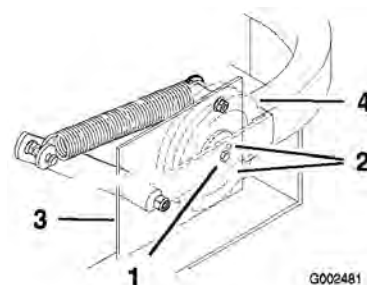

Figure 53
Important: Vérifiez que la courroie est bien en place dans les guides avant et arrière (Figure 53).
4. Vérifiez la tension de la courroie. Le boulon central de la poulie de tension rappelée par ressort doit se trouver près du trou d'alignement supérieur de la plaque de support gauche (Figure 53).